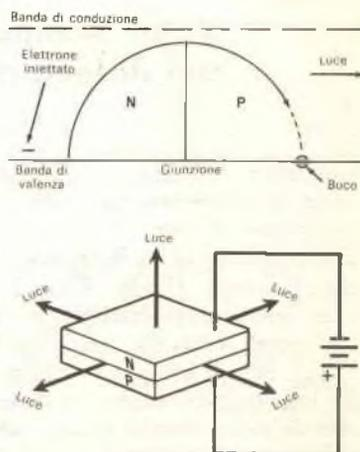
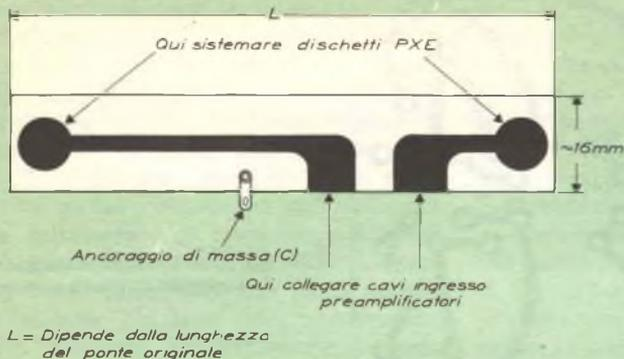

Fig. 2 - La luce viene emessa quando un elettrone attraversa la giunzione n-p e ricade da uno stato eccitato ad uno stato non eccitato.
Fig. 3 - Configurazione del rame sul quale appoggia una faccia dei due dischetti PXE.
**Generazione della luce** Nel LED, l'emissione della luce viene denominata "luminescenza di giunzione p-n". Come si vede nella *fig. 2*, la luce viene emessa presso la
**Fig. 3 - Il grave problema interfacciale. Il diodo emisferico emette più luce, ma parte di questa viene perduta nella spessa regione n. Alcuni emettitori piani vengono dotati di un riflettore di resina trasparente, per ottenere una maggiore uscita luminosa.**
Un'ingegnosa soluzione a questo problema è stata suggerita dai primi ricercatori ed usata commercialmente per la prima volta dalla Texas Instruments. Consiste nel formare la regione emittente del diodo dentro un emisfero. Poiché la luce viene solo fratta ma non riflessa indietro nel diodo, viene emessa tutta la luce che arriva alla superficie (ved. *fig. 3*). Sfortunatamente, la forma emisferica ha i suoi inconvenienti: il percorso più lungo che la luce deve compiere prima di essere emessa causa un assorbimento interno maggiore che negli emettitori piani. Inoltre, la rettifica dei
Fig. 2 - Schema di montaggio dei due dischetti di PXE. Il ponte originario della chitarra va sostituito con quello indicato nella figura, realizzabile secondo le indicazioni fornite nel testo.
Per comprendere come essi debbono essere montati, si prenda in esame la fig. 2, nella quale A è il piano superiore della cassa armonica della chitarra e B il particolare ponticello che bisogna autocostruirsi.
Per prima cosa è necessario togliere il ponticello originario e sostituirlo con uno di metallo, nel quale si dovranno effettuare, con una lima a triangolo, gli incavi nelle stesse posizioni di quelli originari. Nella soluzione che proponiamo (ved. fig. 2), e che ci sembra la più semplice, è stato usato un pezzo di barra filettata da 5 mm lunga quanto il ponte originario. Questo sistema presenta l'evidente vantaggio che gli incavi per le corde sono già fatti, in quanto possono essere usati quelli dei filetti; inoltre, i
Nella fig. 2 si vede come vanno sistemati i due dischetti di PXE all'estremità del ponte
metallico, in corrispondenza dei due dadi. Un elettrodo sarà costituito da una faccia dei due dadi esagonali, l'altro dal rame riportato su una piastrina (fatta di materiale uguale a quello dei normali circuiti stampati) che verrà appoggiata, con interposizione di un opportuno spessore, sulla cassa di risonanza della chitarra. Nella *fig. 3*, in cui è illustrata questa piastrina, si può vedere la forma dello strato di rame. In definitiva, quindi, ciascun dischetto di PXE risulterà "compresso" dall'alto da una faccia del dado e dal basso dal rame della piastrina del circuito stampato. Evidentemente, essendo il ponte di metallo, le due facce superiori dei dischetti risulteranno elettricamente collegate tra loro, e questo sarà il terminale comune di massa (C) dei due trasduttori (calza del cavetto schermato), mentre le due facce inferiori, essendo elettricamente separate, potranno fornire due segnali che verranno prelevati dalle due piste di rame del circuito stampato (anima del cavetto schermato). Uno spessore opportuno molto liscio con facce parallele, come un pezzo di plexiglass dello spessore di 6 mm, provvede a rendere l'altezza degli incavi della barra (filetti) identica a quella degli incavi del ponte originale (*fig. 2*). Uno strato di feltro o di panno posto sotto lo spessore di plexiglass servirà ad attenuare la riproduzione di rumori derivanti da piccoli urti alla cassa della chitarra ed inoltre contribuirà a mantenere ben saldo l'insieme del nuovo ponte (*fig. 2*). Il ponte, infatti, non viene fis-
sato sulla cassa della chitarra, ma viene tenuto al suo posto dalle corde in tensione. Si raccomanda infine che i dischetti di PXE siano ben centrati fra il rame del circuito stampato e le facce dei dadi da 5 mm. A questo punto siamo in grado di renderci conto della natura dall'effetto stereofonico di cui è capace la nostra chitarra elettronica. Evidentemente, ciascun trasduttore sarà maggiormente sollecitato dalla corda che gli è più vicina (*fig. 2*). Pertanto, il trasduttore di destra esalterà i suoni delle corde sottili (e cioè i toni alti), mentre quello di sinistra esalterà i suoni delle corde più grosse (e cioè i toni bassi). Stando ad una certa distanza, si avrà la sensazione che i toni più alti e quelli più bassi provengano da due "differenti" direzioni.
Al ponticello metallico (punto freddo) sarà collegata la calza del cavo schermato d'ingresso del preamplificatore. Alle due piste di rame del circuito stampato (punti caldi) saranno invece saldati i due fili interni del cavetto, che dovranno essere collegati agli ingressi rispettivamente del canale destro e sinistro del preamplificatore (ved. ancora *fig. 2*).